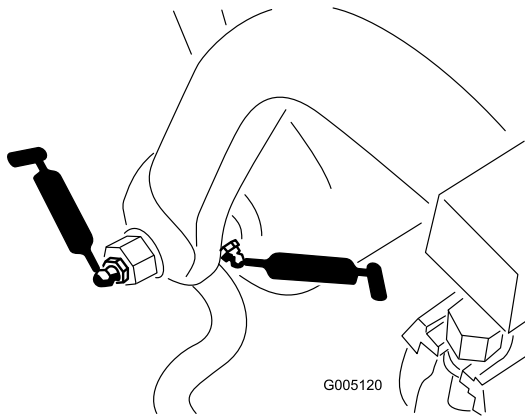

Figura 30
- Rullo e albero del telaio di trazione (12) (Figura 30)